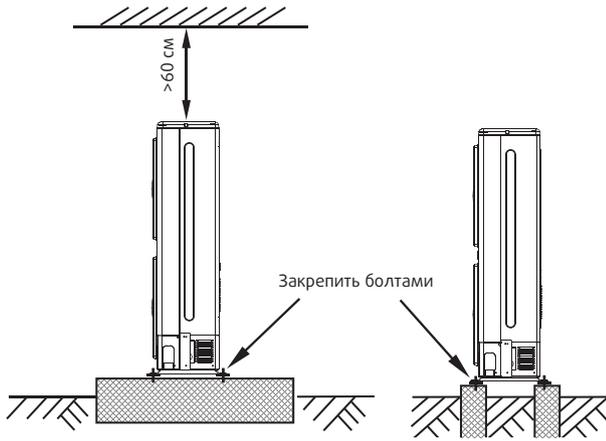

Рис. 3-7
- При сооружении бетонного основания руководствуйтесь техническими условиями для наружных блоков (см. рис. 3-7).
- Надежно закрепляйте болтами опоры устройства, чтобы исключить его падение в случае землетрясения или сильного ветра (см. рис. 3-7).